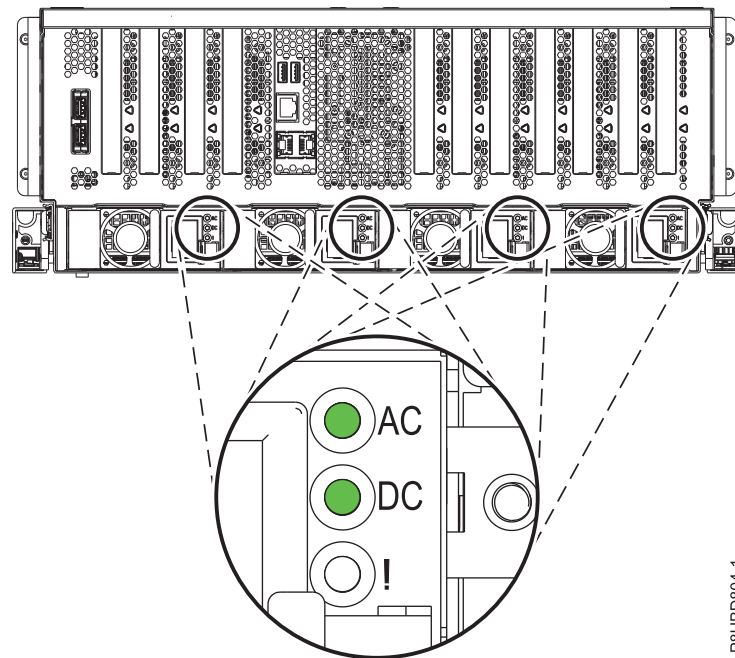

図 7. 正常に作動している電源装置の LED
- 取り替えた電源装置の LED の状態に注意してください。9 ページの図 7 を参照してください。取り替えた電源装置の LED が以下の状態になっている必要があります。